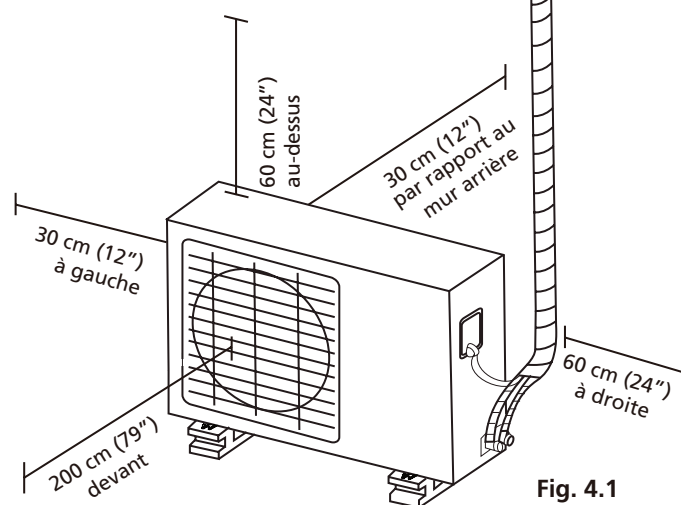

Fig. 4.1
- ☑ L'emplacement est conforme à toutes les exigences illustrées sur la **fig. 4.1**